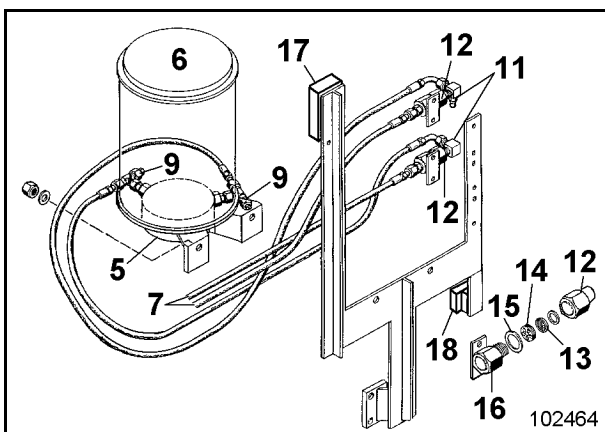

Fig. 3-108:
Contrôler régulièrement l'état d'encrassement des filtres à graisse (13, Fig. 3-108). Nettoyer les filtres s'il y a lieu. Les filtres à huile (13) doivent également être nettoyés après le blocage d'un point de graissage.